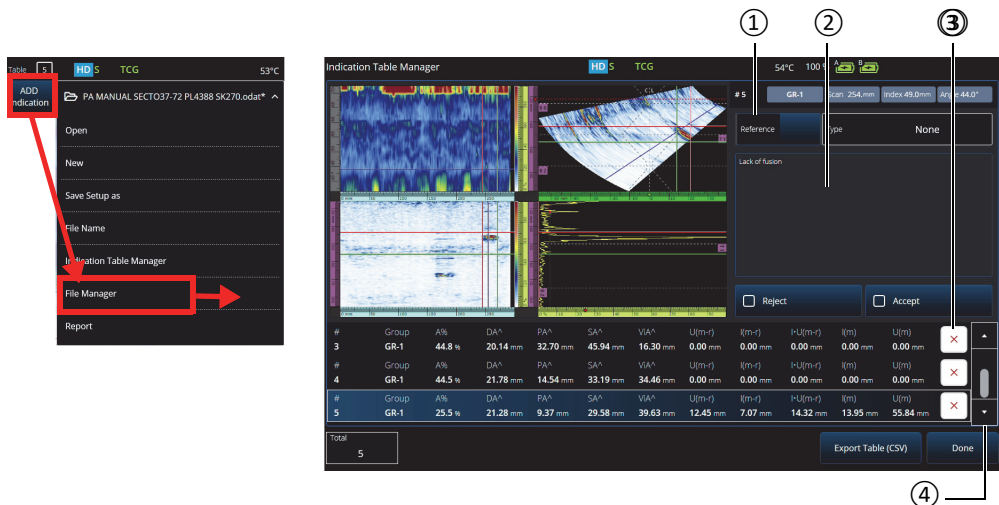

Figura 5-2 Finestra Indication Table Manager
1. Aggiungere un'indicazione alla tabella definendo innanzitutto il layout e i cursori su un'indicazione (in modalità Analisi) e in seguito toccare **Add Indication** (aggiungi indicazioni) [Figura 5-2 a pagina 205 a sinistra]. Ripetere questa operazione per ogni indicazione che si vuole aggiungere.
2. Toccare **File > Indication Table Manager** (gestione tabella delle indicazioni) per accedere alla tabella delle indicazioni (Figura 5-2 a pagina 205 a destra Tabella 85 a pagina 206).